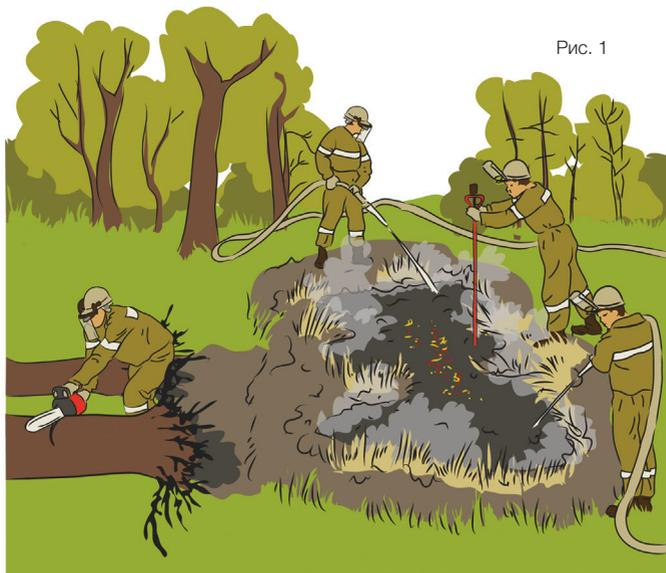

Рис. 1
- при наличии водоподающей техники (мотопомпы, пожарной машины и т. п.) воду следует подавать компактной струёй, размывая и перемешивая горящий торф. При этом дополнительно перемешивать полученную массу лопатами, разбивая комки и спёкшиеся твёрдые участки (кокс). При таком способе подачи воды, в среднем, её расход составляет до 1 тонны на 1 м³ горящего материала (*рис. 1*);